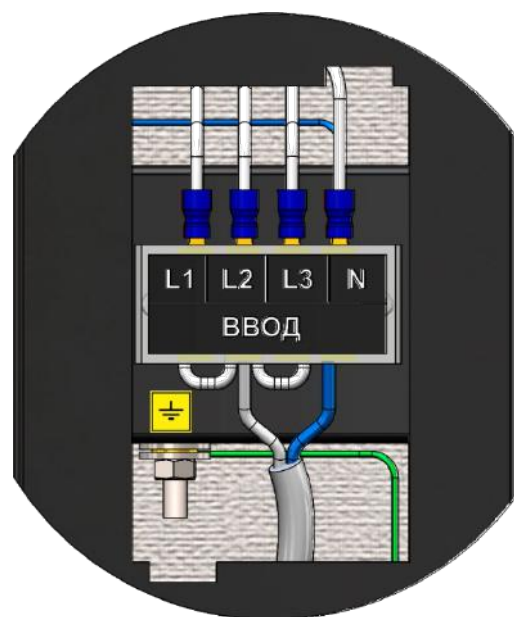

Рис. 7 Схема подключения электроводонагревателя к однофазной сети 220 В
- При питании электроводонагревателя от однофазной сети переменного тока 220 В, 50Гц присоединить рабочий нулевой провод на клемму (N) электроводонагревателя, а фазный на клеммы L1, L2, L3 (с помощью перемычек). Обеспечить заземление котла (PE), подключив провод на болт "ЗАЗЕМЛЕНИЕ". Схема подключения указана на Рис. 7.